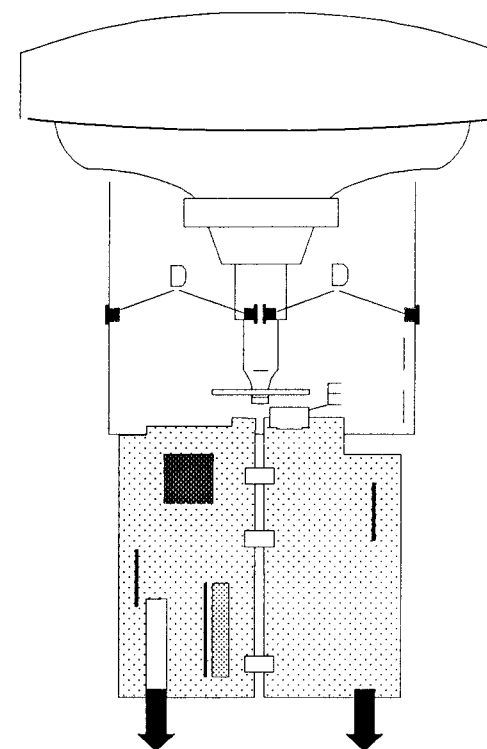

Fig 4.2
1. Das Abnehmen der Rückwand (Abb. 4.2) Klappe A von der Rückwand abnehmen. Stecker B (L36) vom Sub-Woofer abnehmen. Die Befestigungsschrauben C von der Rückwand entfernen. Rückwand mit dem in diese eingebauten Sub-Woofer abnehmen. Die Wiederanbringung der Rückwand geschieht in umgekehrter Reihenfolge.